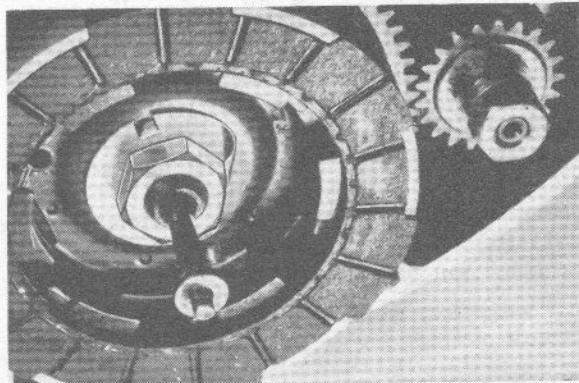

Fig. 26
- Koppelingshefboom aan de onderkant van het carter in de richting van de wijzers van de klok = trekrichting van de kabel, draaien. De met de hand aangedrukte dekplaat moet met vrij komen beginnen als de koppelingshefboom loodrecht (haaks) op het scheidingsvlak van het carter staat. Zo nodig vulringen op de tap van de koppelingsdrukpen plaatsen, (ring 15.07.15 = 0,5 mm dik, ring 15.07.16 = 1,5 mm dik). Zie fig. 26.